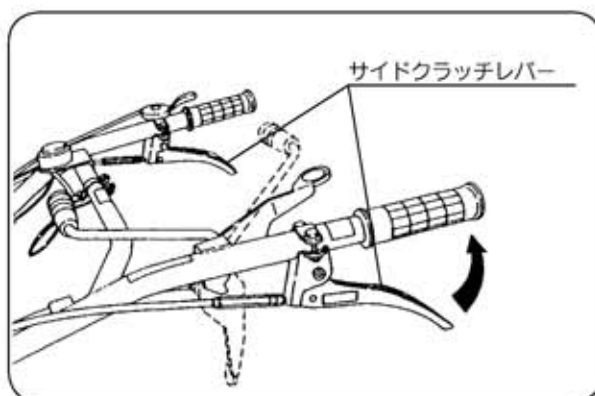

図24
- ①レバーを握るとサイドクラッチが切れ、放すとクラッチが入ります。(図24)